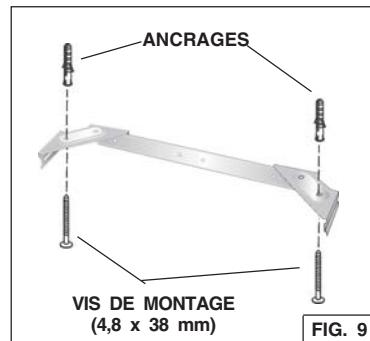

FIG. 9
3. Fixer l'assemblage du support au plafond avec (2) vis de montage de 4,8 x 38 mm et des ancrages pour gypse (Fig. 9). S'assurer que le support soit enfoncé dans le mur adjacent et centré au-dessus de la hotte.